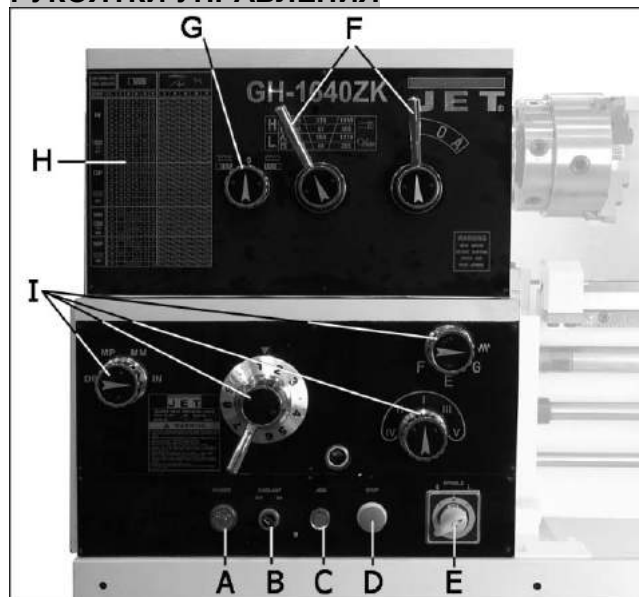

Рис. 19
1. Панель управления: Размещена на передней части шпиндельной бабки (Рис.19).
2. Рукоятки Выбора Частоты (F, Рис.19): Установите рукоятки выбора частоты вращения в необходимое положение, руководствуясь диаграммой на передней панели.
3. Рукоятка выбора направления подачи (G, Рис.19). Крайние положения рукоятки определяют направление подачи. Центральное положение, отключает автоподачу.
4. Рукоятки выбора подачи и резьбы (I, Рис.19): Используйте таблицу, размещенную на передней панели, для настройки положения рукояток по выбору необходимых значений подачи или шага нарезаемой резьбы (H, Рис.19).